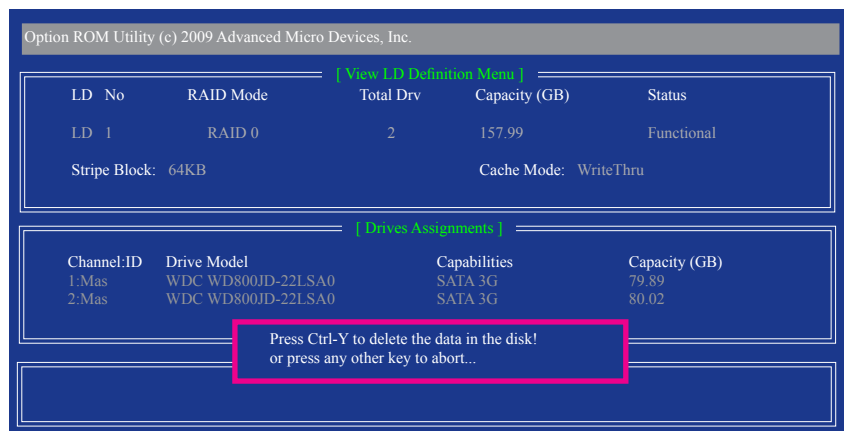

図 9
2. **View LD Definition Menu** が表示され (図 9 を参照)、このアレイに割り当てられたドライブを示します。中断するアレイまたは保管キーを削除する場合、<Ctrl>+<Y> を押します。